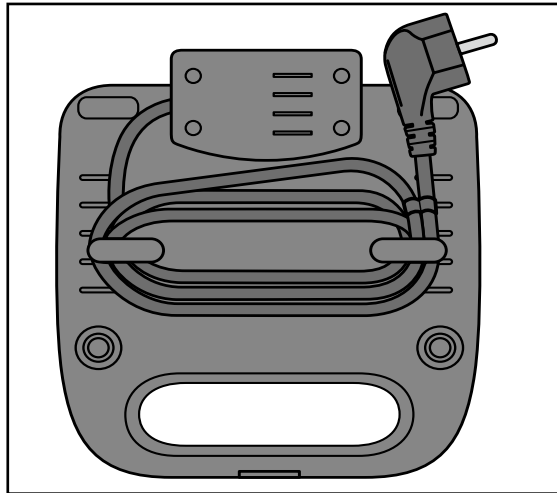

Abb. 1
- Wickeln Sie das Kabel um die Kabelhalterungen der Kabelaufwicklung 13 an der Rückseite des Gerätes. Fixieren Sie das Kabel mit dem Kabelclip (siehe Abb. 1):